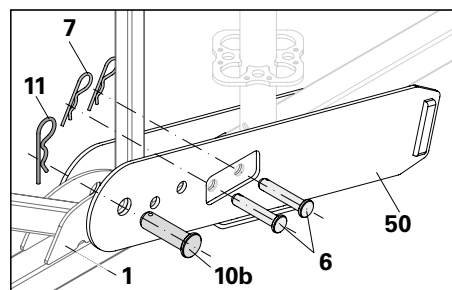

Fig. A1.05a
Fastgør pasbolt (10b) og fjedersplit (11), udefra og ind. (Fig. A1.05a) → Fastgøring på tagfodsdrager.
4. Stik pasbolten (6), udefra og ind, gennem boringen på underrøret og sikre den med fjedersplit (7) – 2x. (Fig. A1.05a)